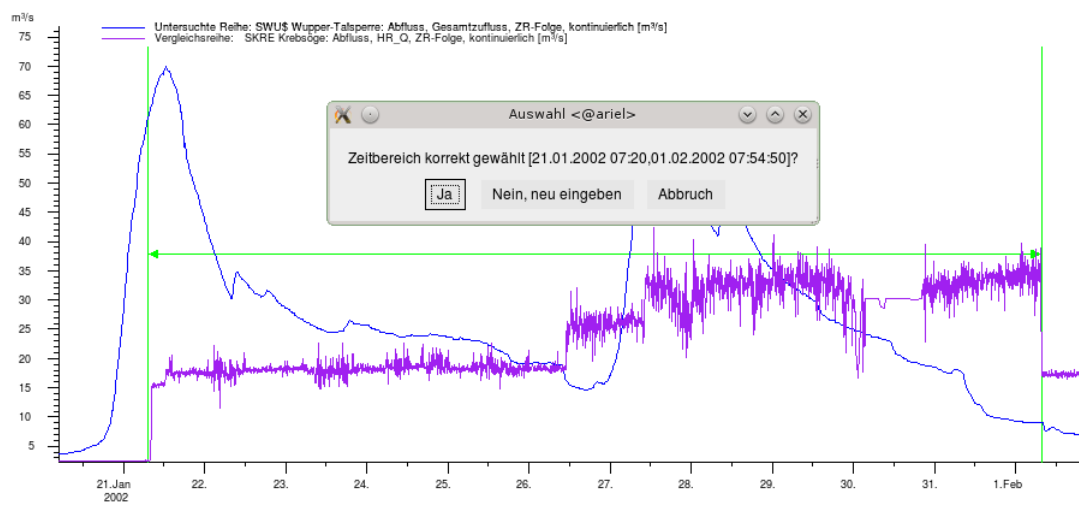

Abbildung 12.6: Bestätigung des Zeitbereichs mit grafischer Darstellung
4. Nachdem Sie mit  bestätigt haben, werden Sie in einem weiteren Fenster nochmals gefragt, ob der eingegebene Zeitbereich korrekt ist. Gleichzeitig wird dieser Zeitbereich vergrößert auf dem Canvas angezeigt (↔ Abb. 12.6).